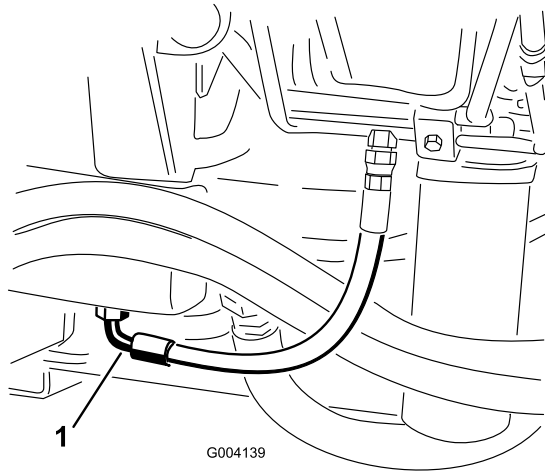

Bild 70
2. Stellen Sie eine große Auffangwanne unter das Anschlussstück, das unten am Hydraulikölbehälter befestigt ist (Bild 70).